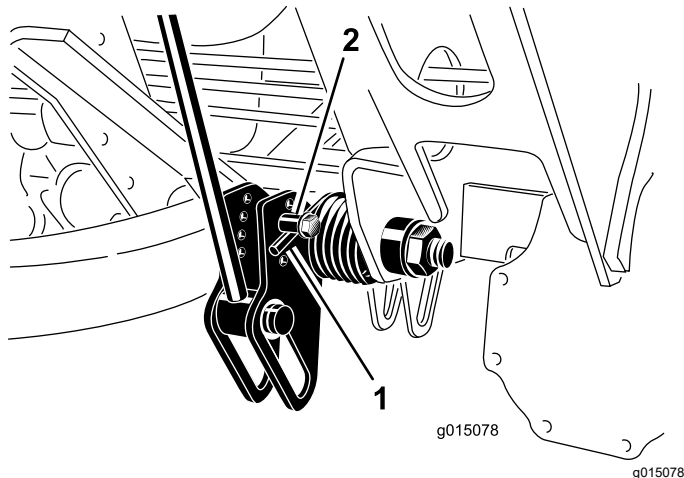

Figura 72
2. Insira um tubo ou objeto semelhante na extremidade longa da mola para aliviar a tensão durante o ajuste (Figura 72).
3. Enquanto alivia a tensão da mola, retire o parafuso e a porca de bloqueio que prendem o atuador de mola ao suporte (Figura 72).